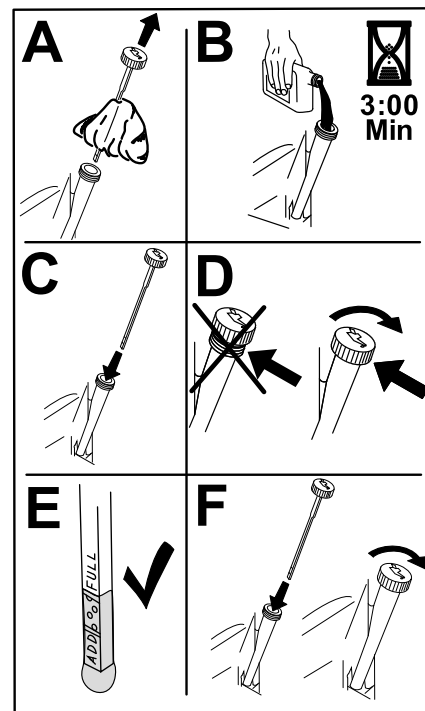

Bild 49
6. Gießen Sie langsam ungefähr 80 % der angegebenen Ölart in den Einfüllstutzen und füllen Sie dann vorsichtig mehr Öl ein, um den Ölstand an die Voll-Markierung zu bringen (Bild 49).